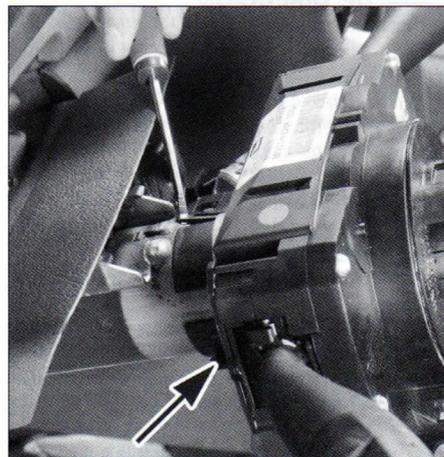

FIG. 5
- Separar el módulo del contactor giratorio separando con precaución las patas de bloqueo de la columna, con un pequeño destornillador plano (**fig. 5**).